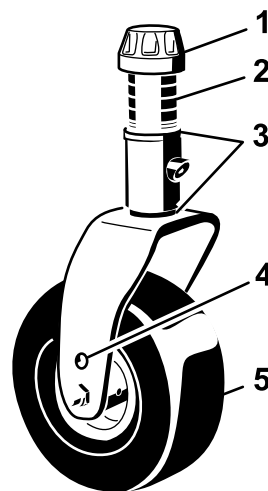
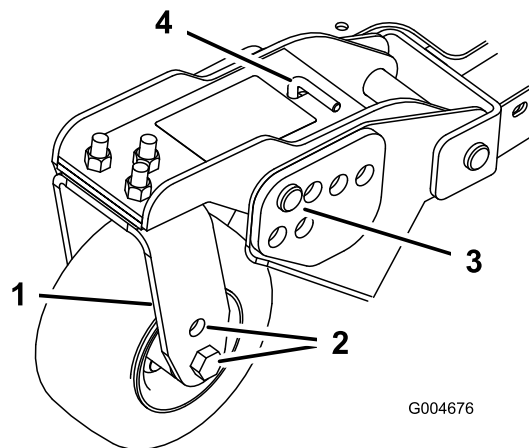
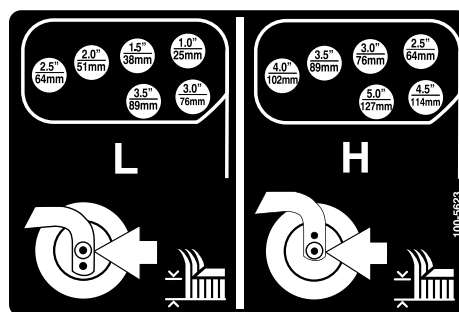

Рисунок 26
Рисунок 28
Рисунок 29
- Поместите оси поворотных колес в одинаковые отверстия во всех вилках поворотных колес (Рисунок 26 и Рисунок 28).
- Снимите колпачковую гайку с вала шпинделя и извлеките шпindelь из рычага поворотного колеса (Рисунок 26).
- Извлеките игольчатые шплинты и шплинтуемые штифты из рычагов поворотных колес (Рисунок 28).
- Поверните натяжную тягу, чтобы поднять или опустить поворотный рычаг до совмещения отверстий с выбранными отверстиями кронштейна высоты скашивания в раме деки газонокосилки (Рисунок 28 и Рисунок 29).